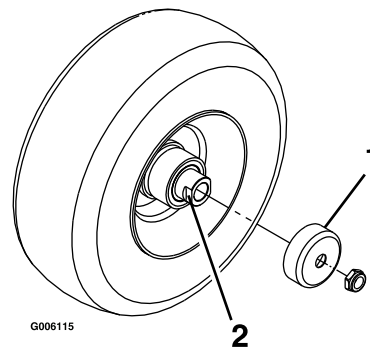

**Figura 44**
9. Togliete l'ingrassatore Zerk dal foro. Montate il tappo esagonale e lo scodellino parapolvere (Figura 44).